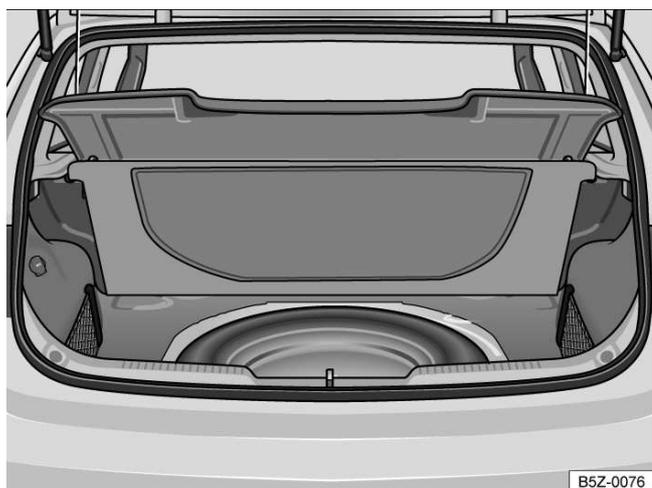

Fig. 131 No compartimento de bagagem embaixo do revestimento do assoalho: roda de emergência e ferramentas de bordo.
As ferramentas de bordo e a roda de emergência estão localizadas no compartimento de bagagem, sob o revestimento do assoalho → Fig. 131.
- Levantar o revestimento do compartimento de bagagem → Fig. 131.